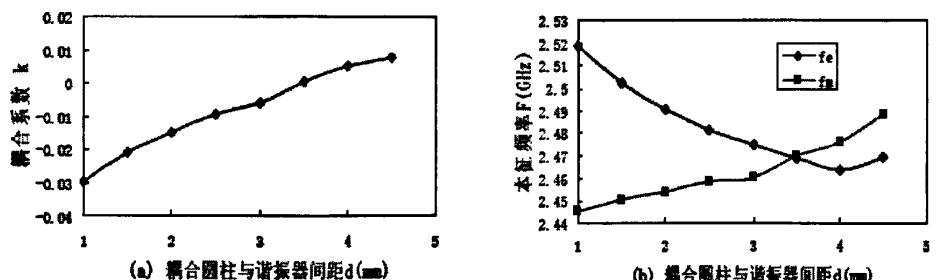

图6 圆柱与谐振器间距d对(a)耦合系数和(b)本征频率的影响
(4) 非谐振圆柱耦合结构: 图6(a),(b)分别显示了耦合系数与谐振频率随圆柱与谐振器间距 d 的变化趋势。由图可知,耦合系数与 d 成正比,在 $d=3.4$ mm以下耦合系数为负,属于电耦
合, 当超过3.4mm时, 耦合系数为正值, 此时属于磁耦合。由图6(b)知, f_e 随d线性下降, 在 $d=4\text{mm}$ 后又有上升趋势, f_m 随d逐渐上升, 在 $d=3.4\text{mm}$ 时与 f_e 相交, 后超过 f_e , 使得耦合系数符号产生变化, 耦合的性质改变了。